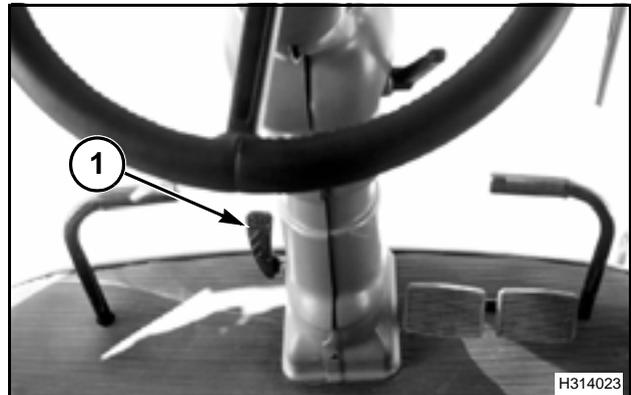

FIG. 25
FIG. 25: La columna de dirección puede moverse hacia delante o hacia atrás presionando el pedal de bloqueo (1), moviendo la columna a la posición deseada y soltando luego el pedal.